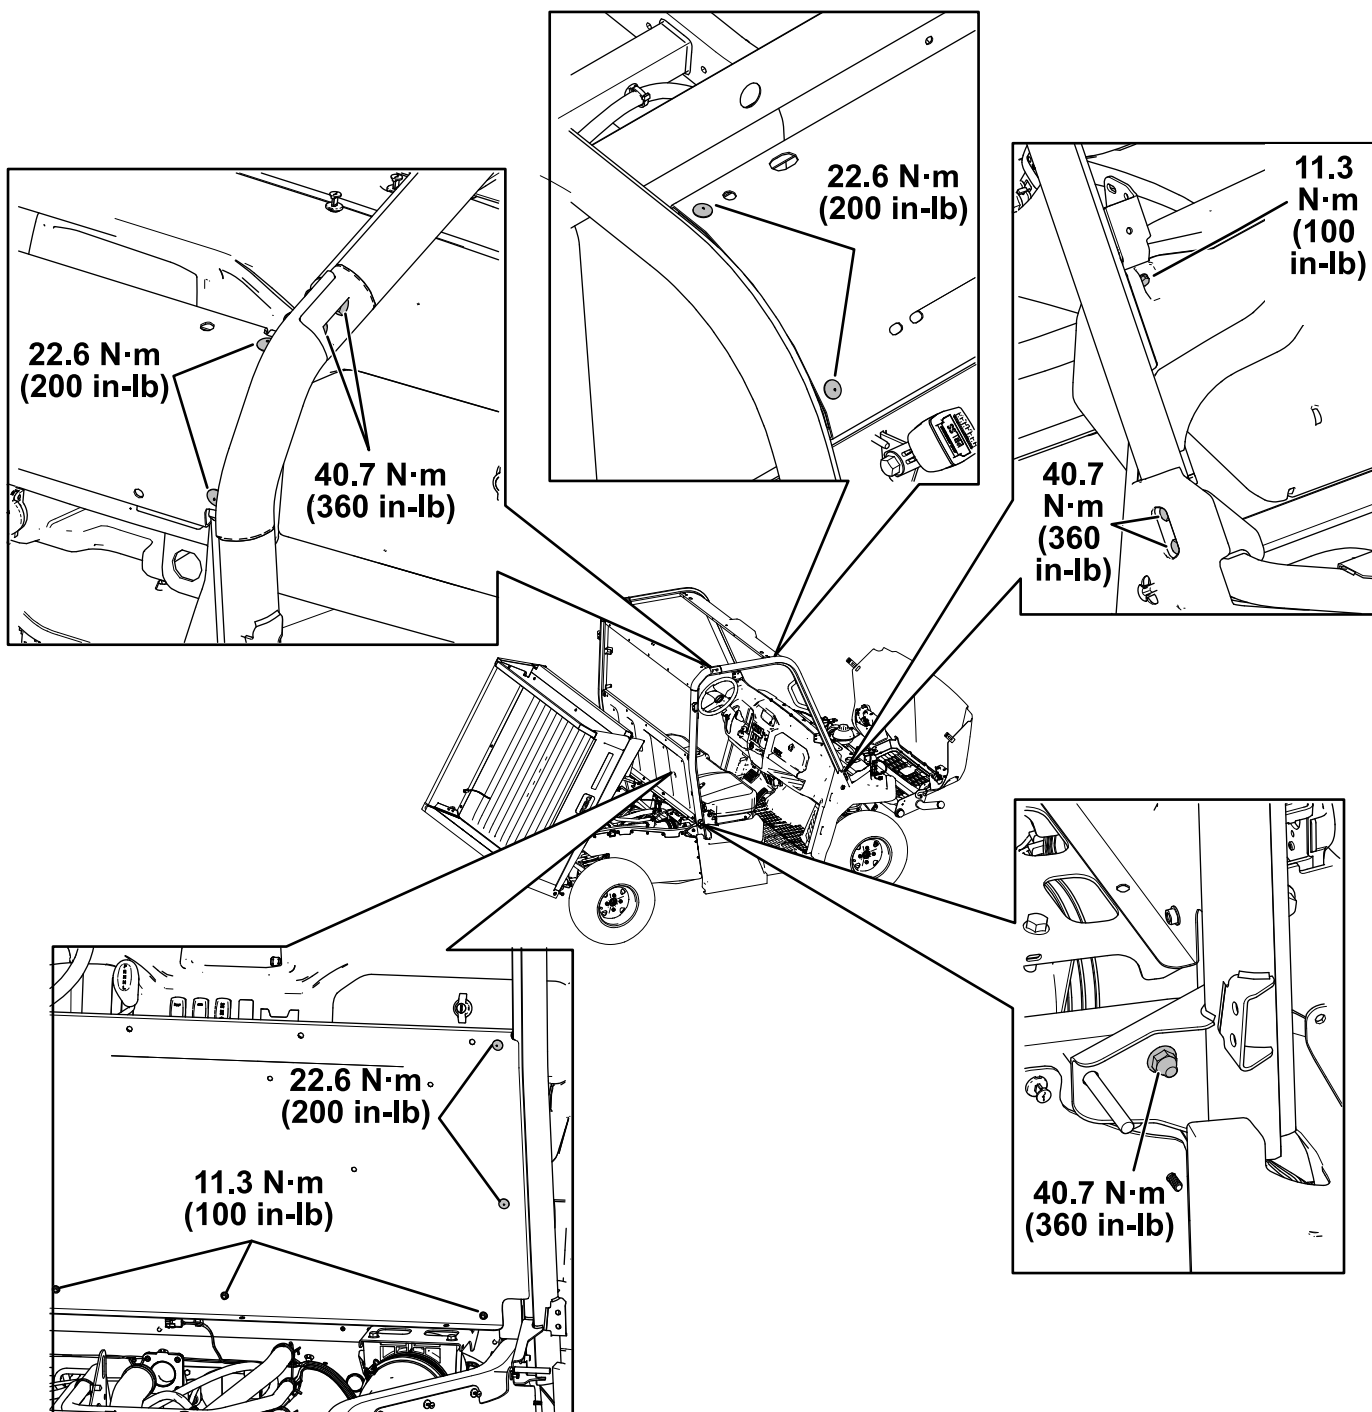

Figura 20
15. Serrate i dispositivi di fissaggio secondo le specifiche mostrate nella Figura 20.